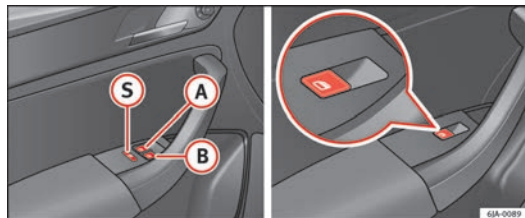

Fig. 54 Comandos na porta do condutor/nas portas traseiras
- Ao viajar com crianças nos bancos traseiros, recomenda-se que, por razões de segurança, se utilize o botão **(S)** ⇒ Fig. 54, que desactiva os comandos dos vidros traseiros.
Ao pressionar o botão de segurança **S** ⇒ Fig. 54 pode desactivar os comandos nas portas traseiras. Ao pressionar novamente o botão de segurança **S** activam-se novamente os comandos das portas traseiras.